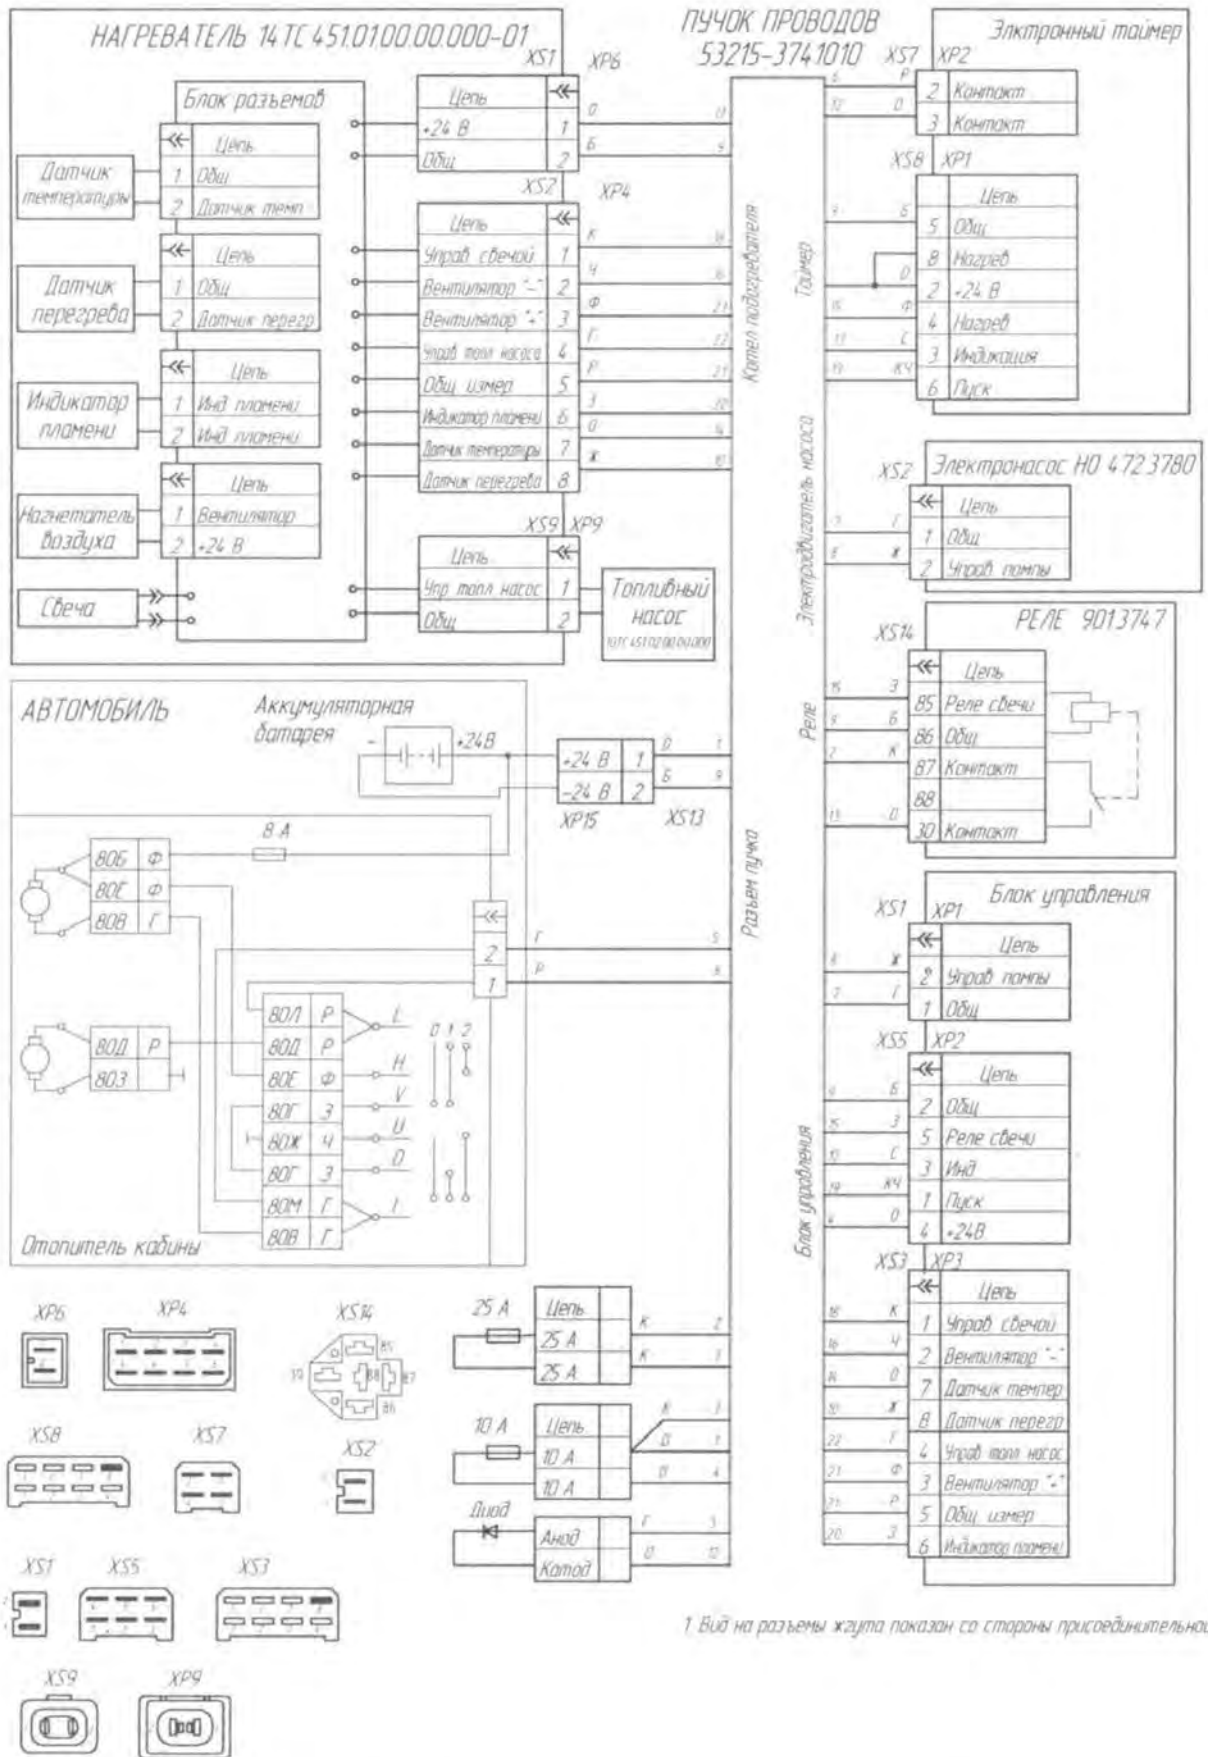

Рис. 221 Схема электрическая соединений 14ТС-01
3.3 Схема электрическая соединений предпускового подогревателя 14ТС-01 показана на Рис. 221.